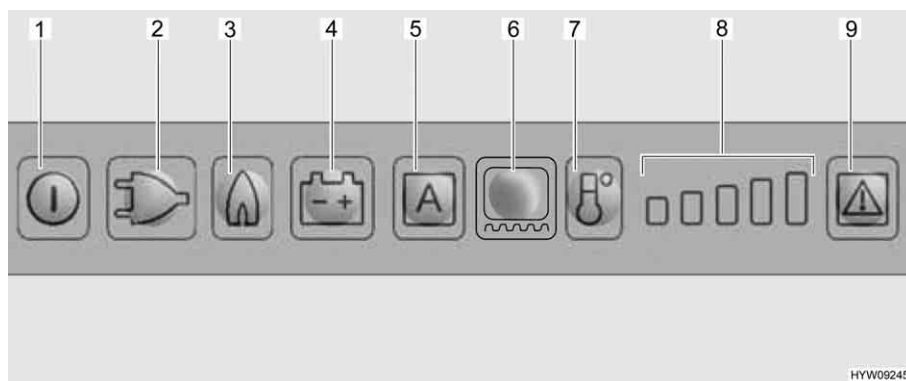

Fig. 141 Quadro comandi LED (frigorifero Dometic)
Selezionando il funzionamento a gas, il dispositivo di sicurezza si apre automaticamente, così che il gas possa fluire al bruciatore. Contemporaneamente si inserisce l'accenditore elettronico. Se la fiamma del gas si spegne, ad es. a causa di un colpo di vento, l'accenditore viene subito azionato riaccendendo il gas. In caso di guasto del funzionamento a gas, i tasti luminosi relativi a gas (Fig. 141,3) e guasto (Fig. 141,9) lampeggiano e viene emesso un segnale acustico per 20 secondi.
- Premere il tasto On/Off (Fig. 141,1) per circa 2 secondi. Il frigorifero si accende e viene visualizzato l'ultimo modalità di funzionamento selezionata.
- Premere il tasto luminoso per il tipo di funzionamento desiderato (Fig. 141,2 - 4) o la modalità automatica "AES" (Fig. 141,5) (solo per versione AES).
- Regolare la temperatura di refrigerazione con il tasto di del livello di refrigerazione (Fig. 141,7). L'indicazione del livello di refrigerazione (Fig. 141,8) mostra la regolazione sul termostato.
- Premere il tasto On/Off (Fig. 141,1) per circa 2 secondi.
Dopo l'accensione il frigorifero seleziona automaticamente la regolazione intermedia del termostato. Questa regolazione può essere modificata manualmente tramite il tasto del livello di refrigerazione (Fig. 141,7). Ci vogliono alcune ore prima che il frigorifero raggiunga la temperatura normale di esercizio. Quando si commuta a un'altra modalità di funzionamento, la regolazione sul termostato viene mantenuta.
- Accendere il riscaldamento del telaio per 2 ore: Premere una volta il tasto luminoso per il riscaldamento del telaio (Fig. 141,6). Sull'indicazione del livello di refrigerazione (Fig. 141,8) si accende una barra.
- Accendere il riscaldamento del telaio per 5 ore: Premere due volte il tasto luminoso per il riscaldamento del telaio (Fig. 141,6). Sull'indicazione del livello di refrigerazione (Fig. 141,8) si accendono due barre.
- Regolazione del riscaldamento del telaio ad esercizio continuo: Premere tre volte il tasto luminoso per il riscaldamento del telaio (Fig. 141,6). Sull'indicazione del livello di refrigerazione (Fig. 141,8) si accendono tre barre.
L'indicazione del livello di refrigerazione (Fig. 141,8) indica per alcuni secondi la durata di esercizio del riscaldamento del telaio.
In caso di guasto, il tasto luminoso Guasto (Fig. 141,9) lampeggia. Lampeggia inoltre uno dei tasti luminosi della modalità di funzionamento o l'indicazione del livello di refrigerazione. Viene emesso anche un segnale acustico. Per le note sulla visualizzazione degli errori e la loro eliminazione, vedi capitolo 14.
- ▷ Dopo aver eliminato un guasto del funzionamento a gas, premere il tasto luminoso Reset (Fig. 141,9).